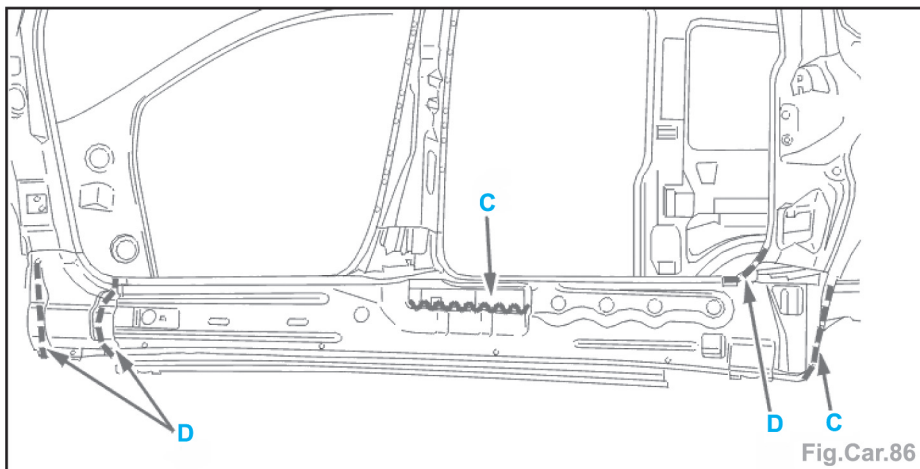

Fig.Car.86
- Appliquer une colle de calage structurale (suivant **C**) (Fig.Car.86).